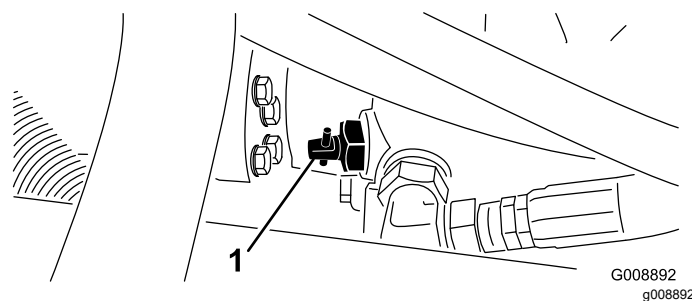

Рисунок 32
1. Найдите перепускной клапан на насосе (Рисунок 32) и поверните его на 90°.